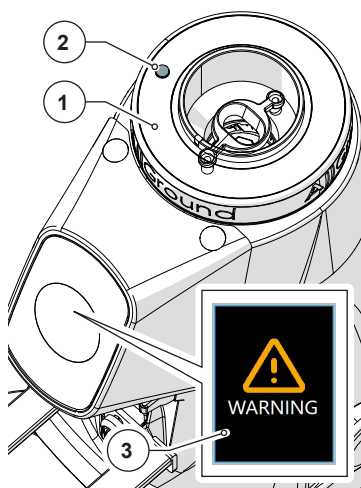

Fig. 5
- **Perno blocca/sblocca ghiera (Fig. 5)**
Questo microinterruttore (Part. 1), attivabile solo dall'apposito perno previsto sulla camera estraibile (Part. 2), consente l'avvio dell'apparecchio solo se la camera estraibile stessa (Part. 3) è inserita nella corretta posizione di lavoro, nel corpo macchina (Part. 4) e bloccata in posizione dalla ghiera di regolazione (vedi Fig. 5 Part. 1).